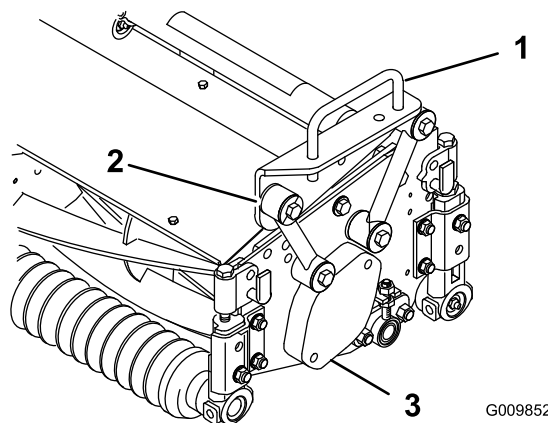
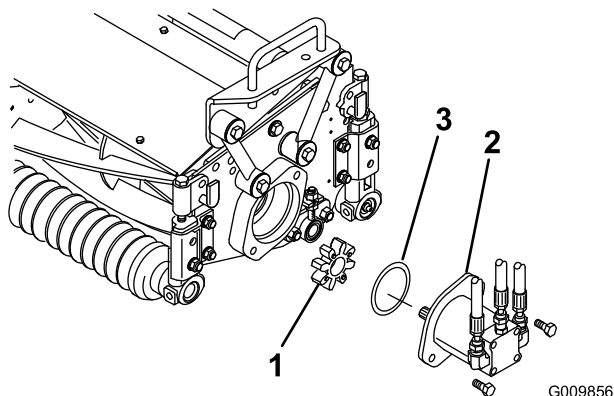

Figure 4
Figure 8
2. Placez un bâti porteur sur chaque plateau de coupe en alignant les trous de fixation sur les biellettes de montage (Figure 4).
3. Fixez chaque biellette au bâti porteur avec un boulon d'assemblage (3/8 x 2-1/4"), 2 rondelles plates et un contre-écrou, comme illustré à la Figure 4. Placez une rondelle de chaque côté de la biellette lors du montage. Serrez à 42 Nm.
2. Déposez le couvercle du logement de roulement (Figure 4) de l'extrémité intérieure du plateau de coupe droit. Posez le couvercle et le joint (fourni avec le plateau de coupe) sur l'extrémité extérieure. Repérez l'accouplement en étoile (Figure 8) expédié dans le logement de roulement.
3. Placez le joint torique (fourni avec le plateau de coupe) sur le flasque du moteur d'entraînement (Figure 8).
4. Posez le moteur et l'accouplement en étoile du côté entraînement du plateau de coupe et fixez-les avec 2 vis d'assemblage fournies avec le plateau de coupe (Figure 8).